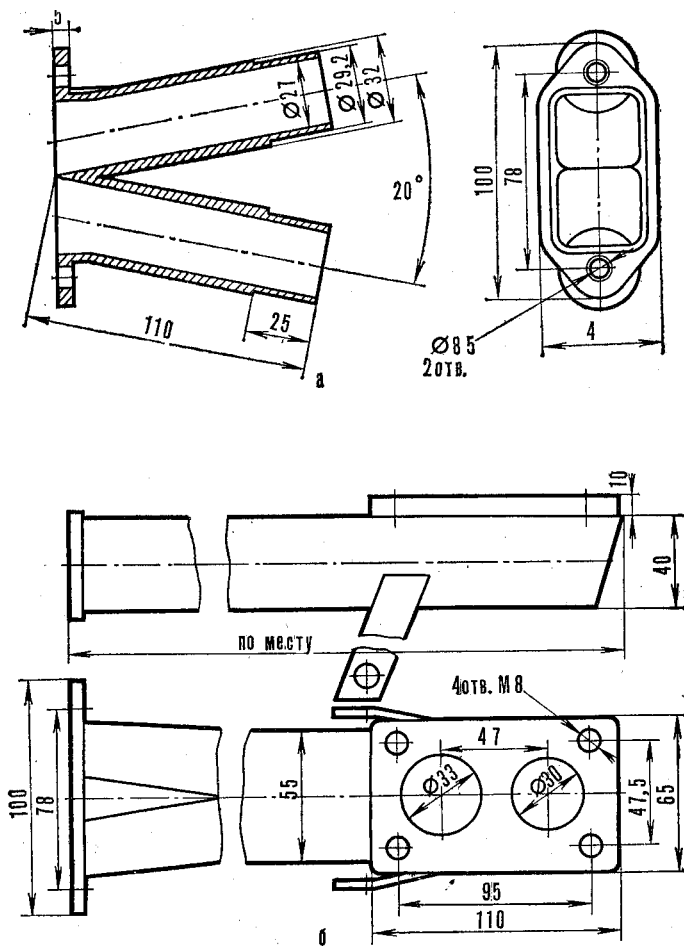

Рис. 105. Патрубок для двух карбюраторов (а), патрубок для одного карбюратора (б)
- изготовить новый впускной патрубок для установки 2-х карбюраторов диаметром диффузора 27,5 мм (К — 28Б) (рис. 105, а), либо под один карбюратор диаметром 34 мм (рис. 105, б).